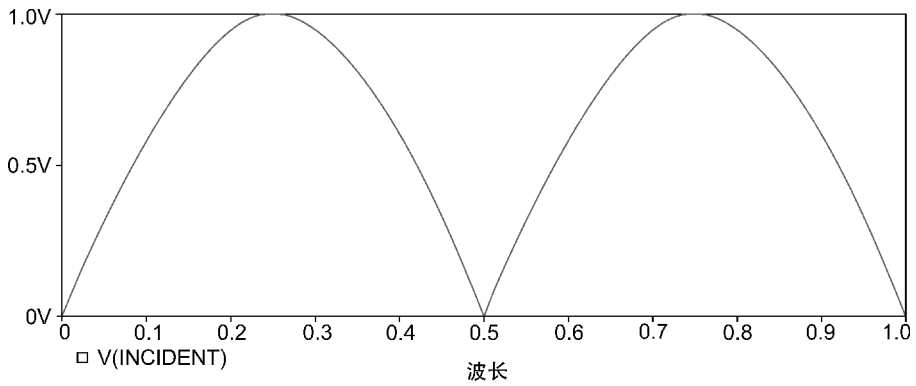

图 17.25 负载短路时的驻波波形
11. 在传输线的人射端放置电压探针,然后运行电路仿真。在 Available Sections 输出显示窗口中对波形全部选定,然后单击 OK 按钮进行确定。将会看到如图 17.25 所示的驻波波形。